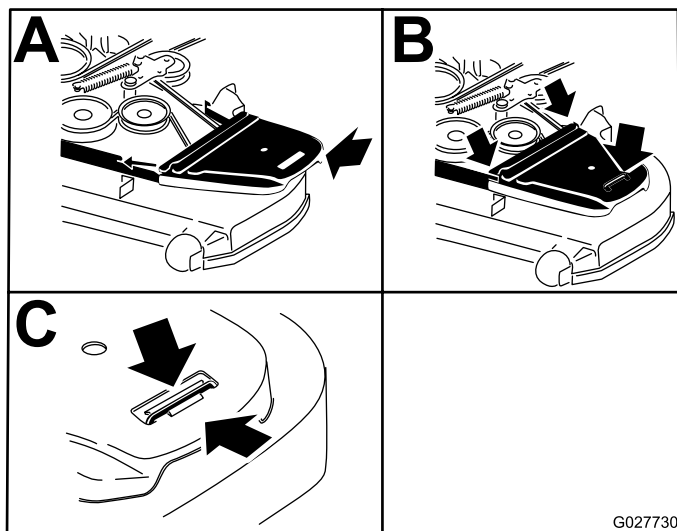

Figura 62
10. Vuelva a instalar las cubiertas de las correas y apriete los pernos (Figura 62).